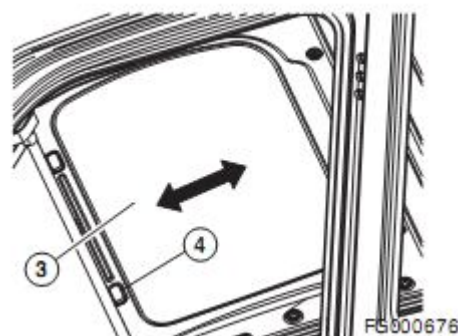

Рисунок 149
Потолочный солнцезащитный козырек (3, рисунок 149) может двигаться вперед и назад. Двигайте его за ручки (4) с каждой стороны.